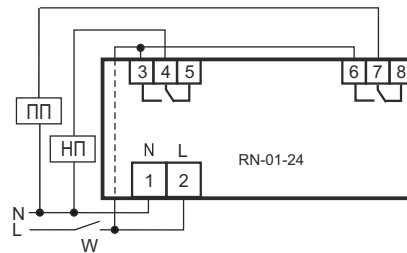

Рис.2 Схема подключения нагрузок до 3,5кВт на канал к устройству
8.2. Если суммарная мощность нагрузок не превышает 7кВт (по 3,5кВт на каждую цепь), подключите нагрузку (приоритетный и неприоритетный потребитель) к изделию согласно рис.2. Для этого используйте одножильный или многожильный провод с двойной или усиленной изоляцией сечением, соответствующим мощности нагрузки. Переменное фазное напряжение 220 В, 50 Гц подается на контакт 2 изделия и на замыкающие контакты 3 и 6, при этом фазный провод проходит через отверстие в корпусе устройства и подключается к контактам 3 и 6 устройства. Напряжение может подаваться через выключатель **W** или напрямую.